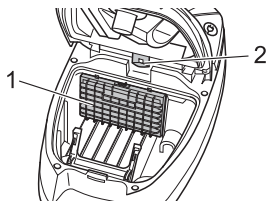

Abb. 20
■ **Motorschutzfilter (Abb. 20/1)** verhindert bei defektem Staubfilterbeutel, dass größere Partikel den Motor zerstören.
■ **Hygiene-Ausblasfilter (Abb. 20/2)** filtert feinste Partikel aus der ausgeblasenen Luft.